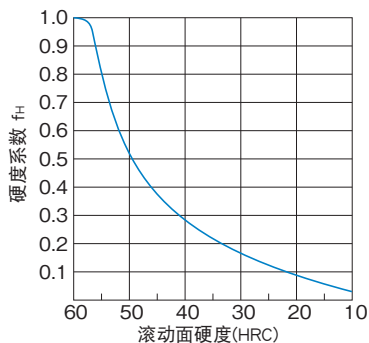

图8 硬度系数 (f_H)
- C₀ : 基本静额定载荷(径向方向) (N)
- C_{0L} : 基本静额定载荷(反径向方向) (N)
- C_{0T} : 基本静额定载荷(侧向) (N)
- P_R : 负荷计算值(径向方向) (N)
- P_L : 负荷计算值(反径向方向) (N)
- P_T : 负荷计算值(侧向) (N)
- f_H : 硬度系数(请参照 **A1-68**中的 图8)
f_H : 硬度系数 (参照 **A1-68**图8)